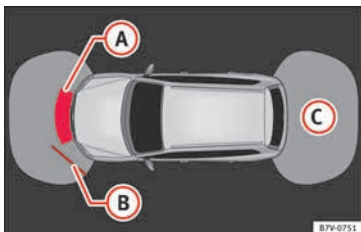
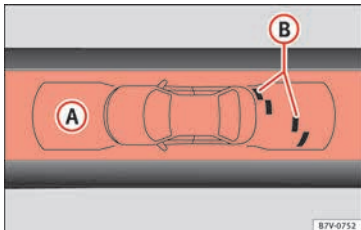

Abb. 211 Bildschirmanzeige des OPS: (A) Hindernis im Kollisionsbereich erkannt; (B) Hindernis im Segment erkannt; (C) Abgetasteter Bereich hinter dem Fahrzeug.
Abb. 212 Bildschirmanzeige des OPS: (A) Hindernis im Segment erkannt; (B) Abgetasteter Bereich vor dem Fahrzeug.
Der Bereich, in dem Hindernisse erkannt werden, erstreckt sich vor dem Fahrzeug bis zu einem Abstand von etwa 120 cm und etwa 60 cm zur Seite » **Abb. 212 (B)**. Der Bereich hinter dem Fahrzeug wird bis zu einem Abstand von etwa 160 cm und etwa 60 cm zur Seite abgetastet » **Abb. 211 (C)**.
Die angezeigte Grafik stellt die überwachten Bereiche in mehreren Segmenten dar. Je mehr sich das Fahrzeug einem Hindernis annähert, umso dichter rückt das Segment an das dargestellte Fahrzeug » **Abb. 211 (B)** und » **Abb. 212 (A)**. Spätestens wenn das vorletzte Segment angezeigt wird, ist der Kollisionsbereich erreicht. **Nicht weiterfahren!**